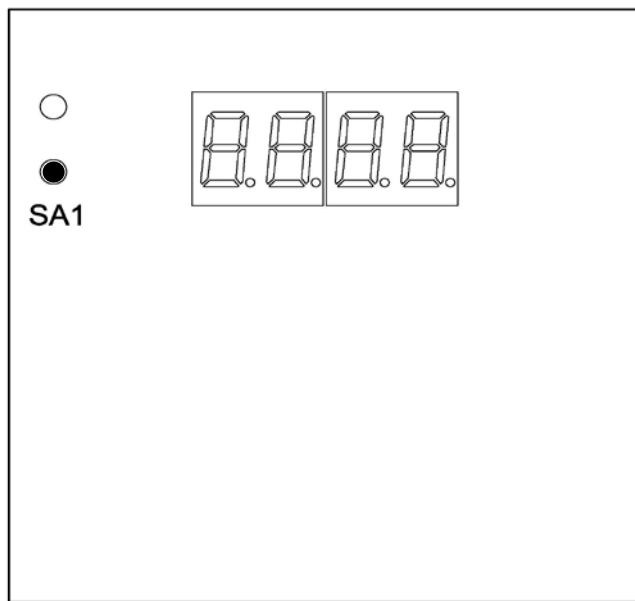

Рисунок 2. Вид с лицевой стороны
5.3.1 Для установки нового или изменения прежнего кода доступа необходимо нажать кнопку SA1 (см. рис. 2 приложения «В») на БШ. *Устройство* самостоятельно генерирует четырехзначную кодовую комбинацию методом выбора случайных чисел.